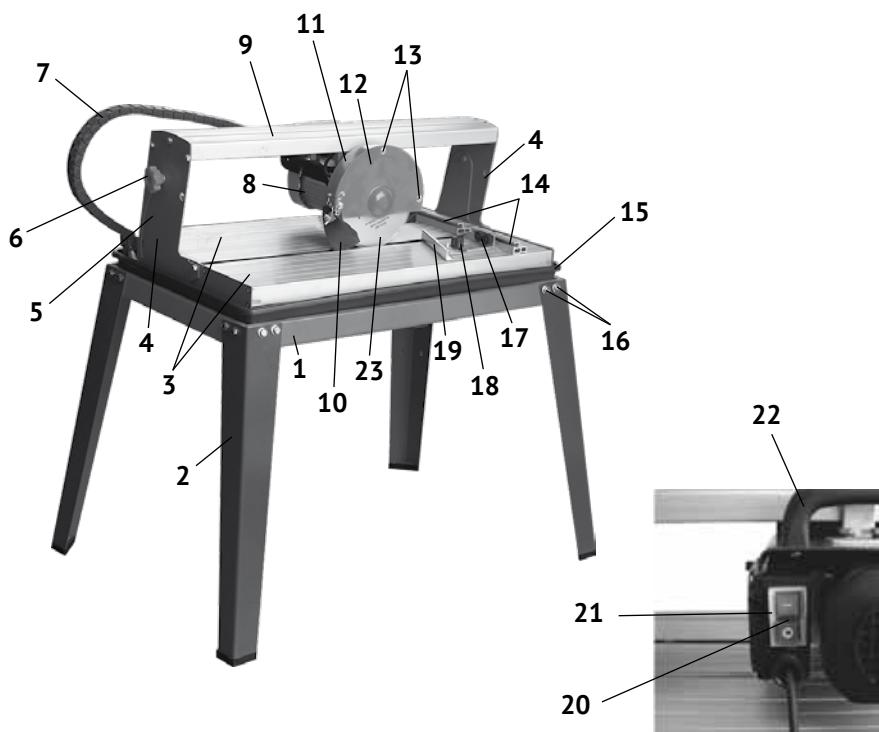

рис.1
1.6 Общий вид и элементы плиткореза представлены на рис.1
1.7 Асинхронный двигатель (рис.1 поз.8) с блоком управления (рис.1 поз.21) и выключателем (рис.1 поз.20) крепится на кронштейне. Кронштейн, за счёт 4-х подшипников, перемещает головку режущую (двигатель с блоком управления и отрезным кругом) по салазкам (рис.1 поз.9) вдоль длины рабочего стола (рис.1 поз.3). На вал якоря, между опорным и прижимным фланцами крепится отрезной круг (рис.1 поз.23). Это основной рабочий инструмент плиткореза.
1.8 Выключатель – магнитный пускатель (рис.1 поз.20) расположен на блоке управления. Он имеет две кнопки: зелёная с символом «1» - включение двигателя и красная с символом «0» - выключение двигателя.
На крышке защитного кожуха (рис.1 поз.12) стрелкой указано направление вращения круга.
- четырьмя болтами (рис.1 поз.16), с помощью ключей (входят в комплект поставки) прикрутить каждую ножку (рис.1 поз.2) к основанию (рис.1 поз.1);
- закрыть отверстие в поддоне (рис.1 поз.15) пробкой (входит в комплект поставки) и залить воду так, чтобы заборная часть насоса (рис.1 поз.13) была полностью погружена в воду.
- проверить шлангоукладчик (рис.1 поз.7) со шлангом, не перекручен, свободно перемещается за головкой режущей;
- ослабить с двух сторон винты фиксации угла наклона (рис.1 поз.6);
- повернуть салазки (рис.1 поз. 9) с головкой режущей на нужный угол, используя шкалу угла наклона (рис.1 поз.5);
- снять крышку кожуха (рис.1 поз.12), открутив три винта (рис.1 поз.13);